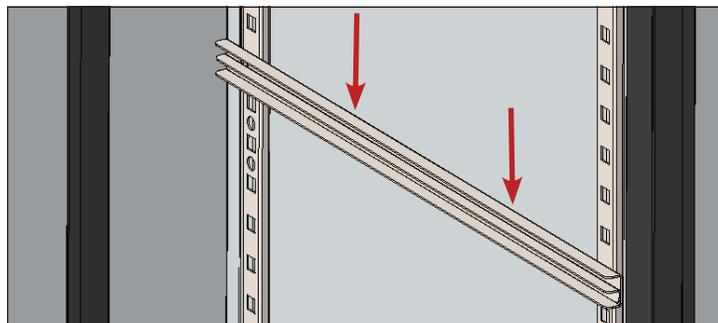

Рис. 3. Нажмите вниз, чтобы направляющая зафиксировалась.
4. Осторожно нажмите вниз, чтобы направляющая полки/поддона защелкнулась на месте. См. рис. 3.